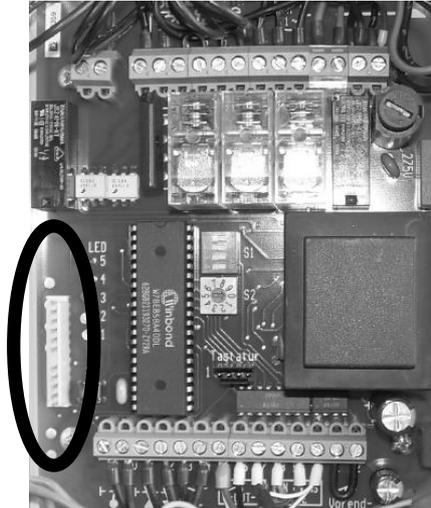

Abb. 1: Steckplatz Funk mts200/02 / mts400/02
- Funk auf den Steckplatz (Abb. 1) aufsetzen.